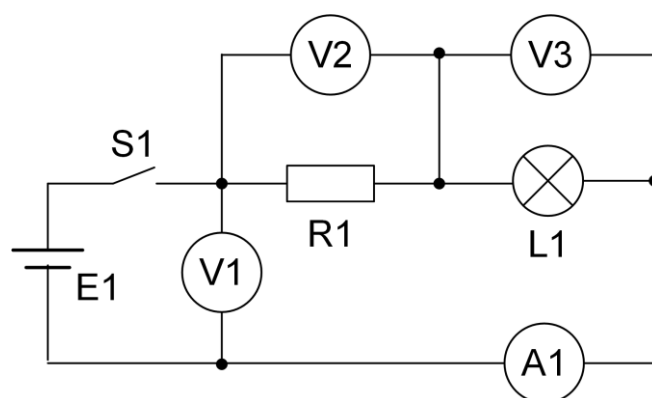
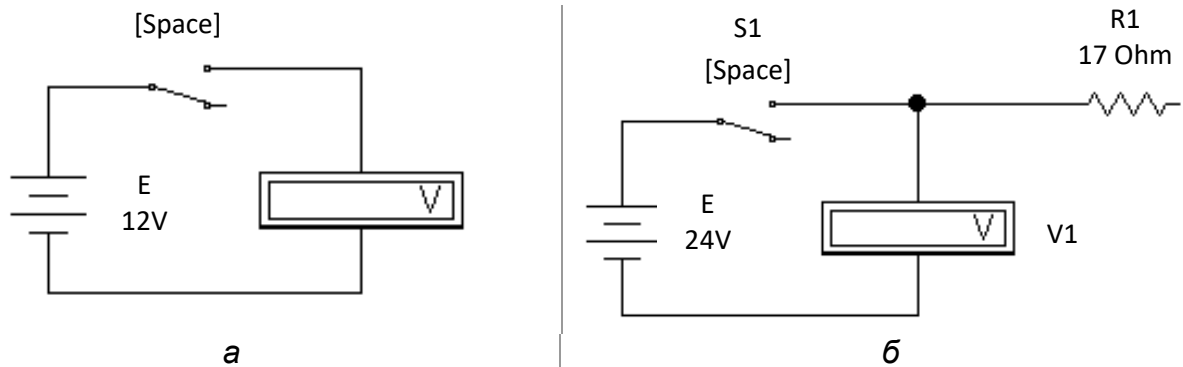
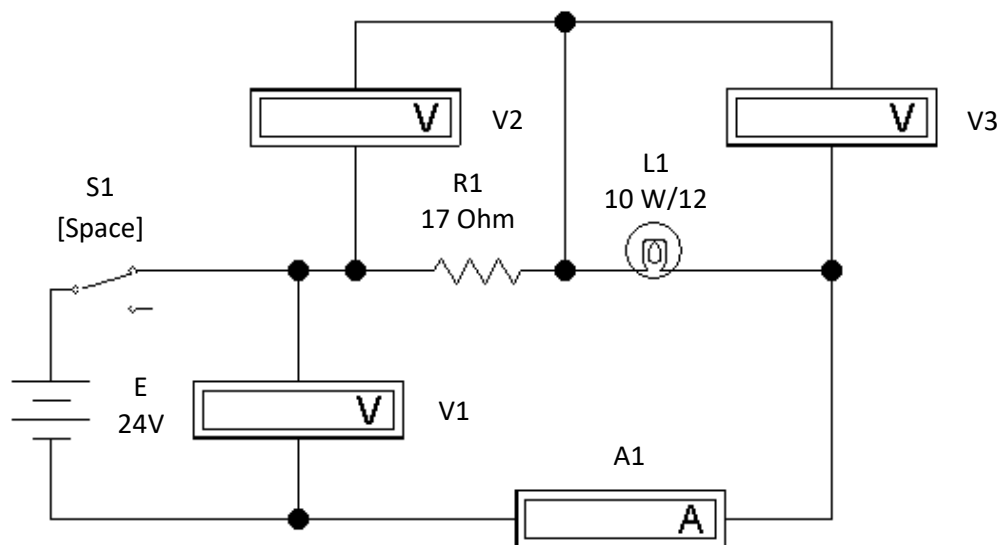

Рис. 3.1. Ескіз простої електричної схеми
Рис. 3.3. Додавання до електричної схеми елементів:
Рис. 3.4. Принципова електрична схема, створена в програмі
Розглянемо поетапно створення простої електричної схеми, ескіз якої зображено на рис. 3.1. Це – схема живлення лампи розжарювання (*Bulb*) *L1* від джерела постійної напруги – батареї *E1* (*Battery*). Призначення інших елементів: ключ *S1* (*Switch* – перемикач на два положення), який вмикає і вимикає схему (керується шляхом натискання клавіші пробілу); *R1* – резистор, що обмежує струм через лампу розжарювання *L1*; *V1* – вольтметр, який вимірює напругу, що подається на схему; *V2* – вольтметр, який вимірює напругу на резисторі *R1*; *V3* – вольтметр, який вимірює напругу в лампі розжарювання *L1*; *A1* – амперметр, який вимірює струм у колі.
4. З'єднати контакти елементів згідно зі схемою, зображеною на рис. 3.1. Для цього клацнути ЛКМ по одному з контактів першого елемента, і, не відпускаючи клавішу, довести курсор до контакту другого елемента. Після відпускання ЛКМ система *EWB* на свій розсуд сформує прямокутну трасу з'єднання. Покрокову послідовність дій при з'єднанні перших елементів схеми (батареї *E1* і ключа *S1*) показано в табл. 3.1.
Таким самим чином продовжимо будувати електричну схему, послідовно додаючи елементи і з'єднуючи їх відповідним чином згідно з рис. 3.1. Для прикладу на рис. 3.3, а показано додавання до схеми вольтметра $V1$, а на рис. 3.3, б – резистора $R1$.
На рис. 3.3, б наведено також позиційні позначення елементів (джерело живлення $E1$, ключ $S1$, вольтметр $V1$, обмежувальний резистор $R1$) і, де необхідно, їх номінали (напруга батареї $E1$ – 24 В, опір резистора $R1$ – 17 Ом). Уносити цю інформацію можна як на першому етапі створення схеми, так і на завершальному. Унаслідок цього після додавання всіх елементів до схеми, задання їх номіналів і позначення позиційних номерів на робочому полі програми *Electronics Workbench* отримаємо схему (рис. 3.4) за ескізом (див. рис. 3.1).
При зіставленні двох однакових електричних схем (див. рис. 3.1 і 3.4) видно суттєву відмінність в їх зображеннях. Це пов'язано з тим, що на рис. 3.1 показано УГП елементів, регламентовані міжнародним стандартом *IEC 60617 – IEC 617-4:1996*, а на рис. 3.4 – стандартом *IEEE 315-1975 (ANSI Y32)*, який застосовується в основному в США. Деякі УГП резисторів у цих стандартах наведено в табл. 3.2.